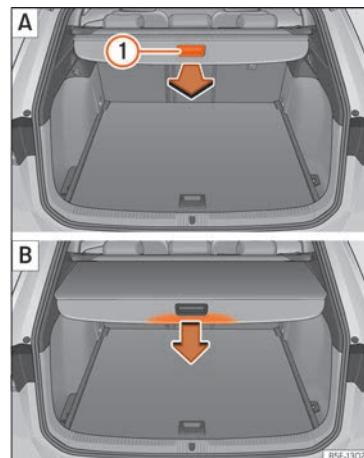

Abb. 125 Im Gepäckraum: Abdeckung ausziehen und einrollen. »
• Ziehen Sie gleichmäßig die Abdeckung am Handgriff »» **Abb. 125** ① **A** heraus, bis diese hörbar einrastet.
• Drücken Sie den Haltegriff der Gepäckraumabdeckung in Pfeilrichtung, bis diese entriegelt ist »» **Abb. 125** **B**.